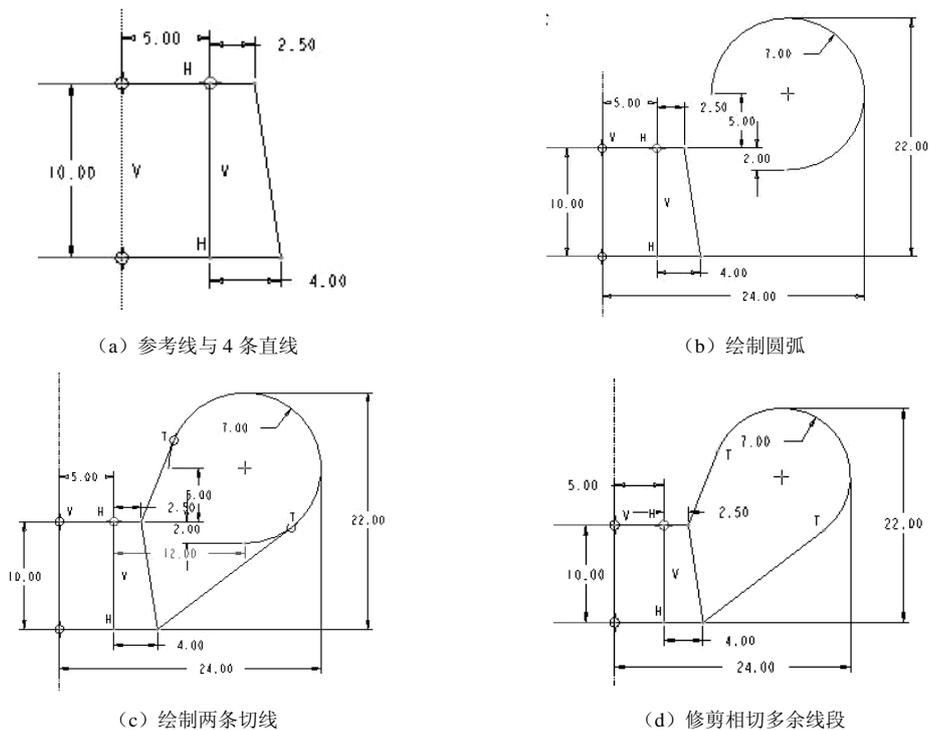

图 2-55 绘制蝶形螺母步骤
(1) 单击草绘命令工具栏中的 按钮，绘制 1 条垂直参考线。
(2) 单击草绘命令工具栏中的 按钮，绘制 2 条水平线、1 条垂直线和 1 条斜线，尺寸如图 2-55 (a) 所示。
(3) 单击“通过圆心” 按钮，绘制圆弧，并按图 2-55 (b) 所示尺寸修改尺寸。
(4) 单击 按钮，绘制两条切线，如图 2-55 (c) 所示。
(1) 单击草绘命令工具栏中的 按钮。
(2) 依次单击图 2-55 (c) 所示的相切多余线段头，结果如图 2-55 (d) 所示。